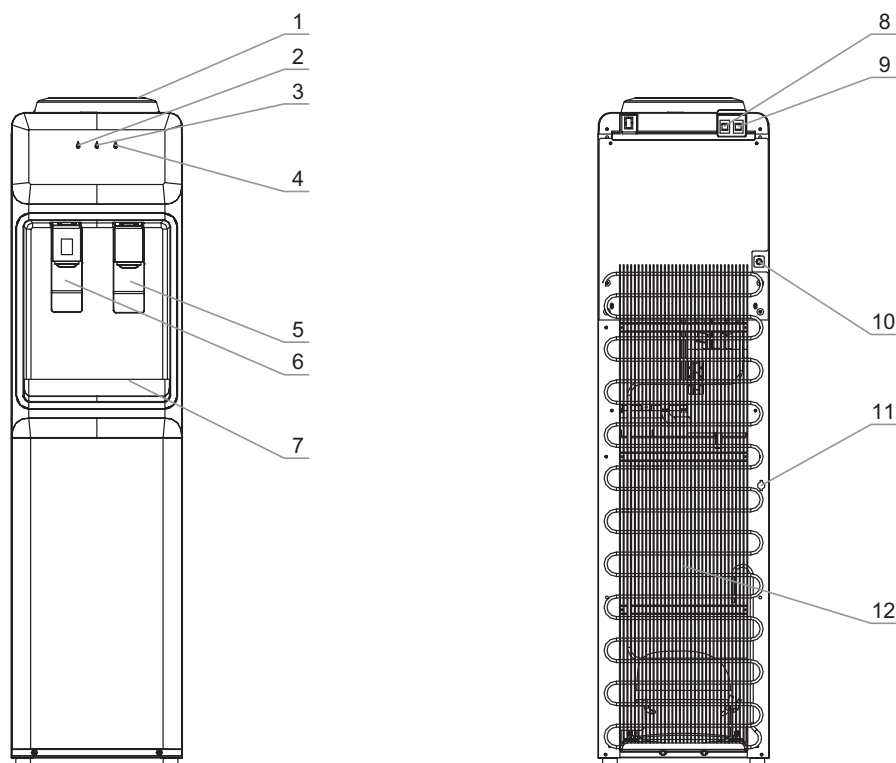

Рис. 1. Схема аппарата V840S
Для того чтобы налить горячую воду, нажмите кружкой на кран подачи горячей воды (рис. 1–6). Для того чтобы налить холодную воду нажмите кружкой на кран подачи холодной воды (рис. 1–5). В силу технических особенностей кранов допустимо подкапывание воды в объеме 5–10 мл, после каждого использования аппарата, капли стекают в лоток каплесборника (рис. 1–7).
Выключатели нагрева (рис. 1–9) и охлаждения (рис. 1–8)
Индикатор нагрева воды (рис. 1–3) горит, когда аппарат нагревает воду.
Индикатор охлаждения воды (рис. 1–4) горит, когда аппарат охлаждает воду.
Перед первым использованием рекомендуется слить по 500 мл воды через каждый кран. Если кабель электропитания (рис. 1–10) и выключатель нагрева (рис. 1–9) были
Когда Вы убедились, что вода из крана холодной и горячей воды (рис. 1–5, 1–6) идет непрерывной струей, установите выключатели
нагрева и охлаждения (рис. 1–9, 1–8) в положение **I**.
1. Сразу установите выключатели нагрева и охлаждения (рис. 1–9, 1–8) в положение **O**.
4. Убедившись, что вода из кранов подачи воды идет непрерывной струей, установите выключатели нагрева и охлаждения (рис. 1–9, 1–8 в положение **I**.
Отключение и включение нагрева и охлаждения при замене бутылки осуществляется исключительно с помощью выключателей нагрева и охлаждения (рис. 1–9, 1–8), а не кабелем электропитания. После кратковременного отключения аппарата от сети электропитания повторное включение допускается через 2–3 минуты.
3. Снимите съёмные детали с аппарата (рис. 1–1, 1–7) и тщательно промойте их с небольшим количеством моющего раствора, предназначенного для мытья посуды.
4. Остатки воды в системе необходимо слить через сливное отверстие (рис. 1–11), расположенное на задней стенке аппарата, после чего закрыть отверстие.
6. Промойте аппарат чистой водой: необходимо залить в систему около 4 литров чистой воды, затем слить через краники подачи горячей (рис. 1–6) и холодной воды (рис. 1–5) и отверстие для слива (рис. 1–11). При необходимости повторите процедуру.
5. Остатки воды в системе необходимо слить через сливное отверстие (рис. 1–11), расположенное на задней стенке аппарата, после чего закрыть отверстие.